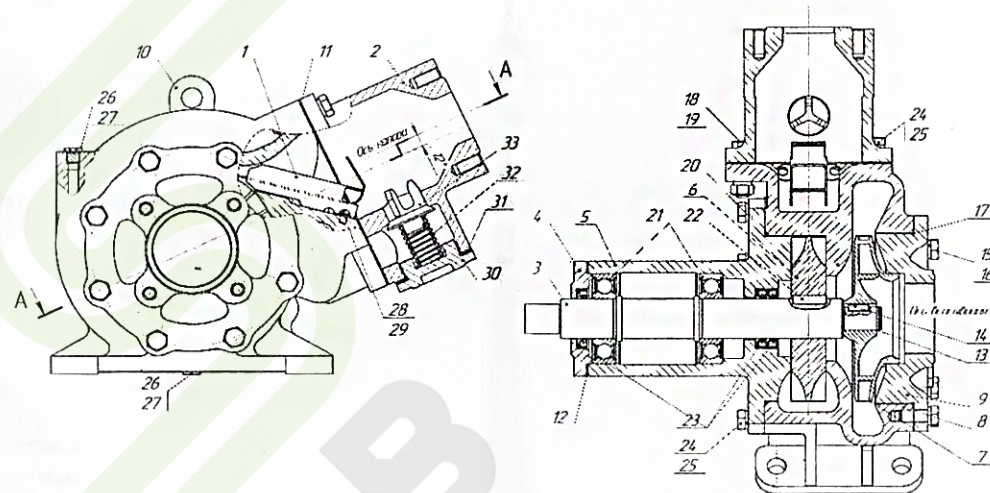

Рис.3 Перечень основных узлов и деталей насоса.
3.1 В состав насоса входят составные узлы и детали, перечень которых приведен на Рис. 3
4.2 Насос типа СЦД (рис.3) самовсасывающий центробежно-лопастной имеет две ступени. Первая ступень - центробежная, вторая вихревая. Центробежное колесо 7 сидит на валу 3 с лопастным колесом 6. Колеса насоса консольно насажены на вал, заходящий в шарикоподшипники 4, установленные в кронштейне 5. Центробежное колесо стопорится на валу кольцом 13. Центробежное колесо насоса уплотнением ходит в расточку крышки всасывания 9. Рабочая полость насоса отделяется от полости подшипников двумя манжетами из маслостойкой резины 23, такое же уплотнение оставлено на выходном конце вала. В модификации насоса (Т) установлено торцовое уплотнение. К корпусу насоса крепится на четырех болтах колпак 2. К корпусу под элпаком двумя винтами крепится отсекающий 1, для обеспечения самовсасывания в начале работы. В колпаке находится перепускной клапан 33 с пружиной 32, доступ к которому имеется, если отвернуть заглушку 30 на напорном патрубке. Перепускной клапан предназначен для защиты от механического разрушения насоса избыточным давлением (свыше 4 атм.). При повышении давления клапан открывается, и рабочая жидкость циркулирует в рабочей камере насоса.